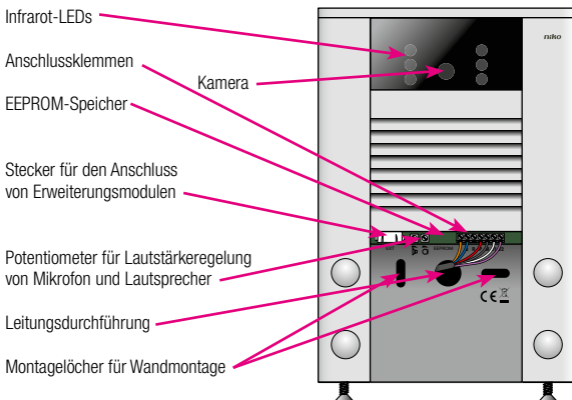

Abb. 2: Anschlussklemmen und Montagelöcher sichtbar machen
3. Das Namensschild nach unten schieben, bis die Anschlussklemmen sichtbar sind (Abb. 2).
Für eine Erweiterung der Video-Außensprechstelle um weitere Klingeltaster schließen Sie an dieses ein bzw. mehrere Erweiterungsmodul(e) an. Niko empfiehlt Erweiterungsmodule, die gleich groß wie die Video-Außensprechstelle sind (siehe Kapitel 6). Schließen Sie die Erweiterungsmodule über das entsprechende Verbindungskabel am dafür vorgesehenen Video-Außensprechstellenstecker (Abb. 2 und 4) an.